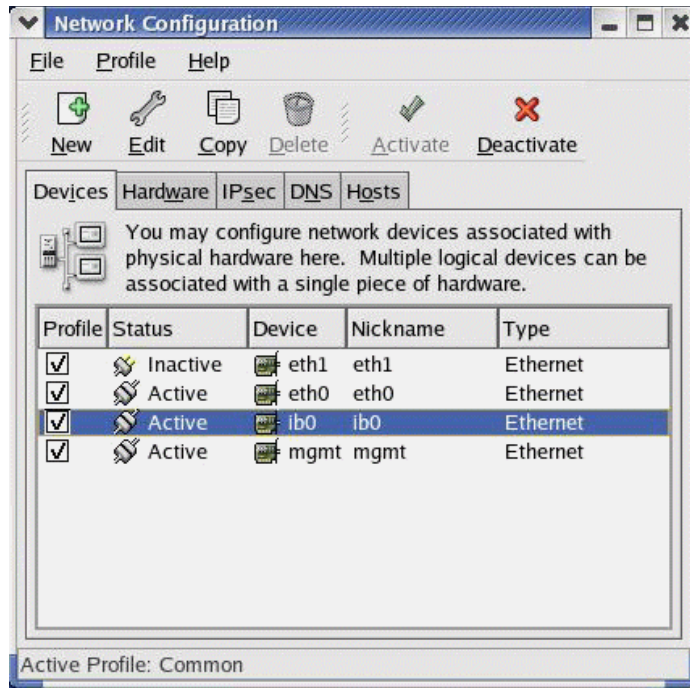

図8-19 Network Configuration ウィンドウ
6. 図 8-19 に表示されているウィンドウが開きます。InfiniBand ポートをダブルクリックして、装置構成ウィンドウを開きます。